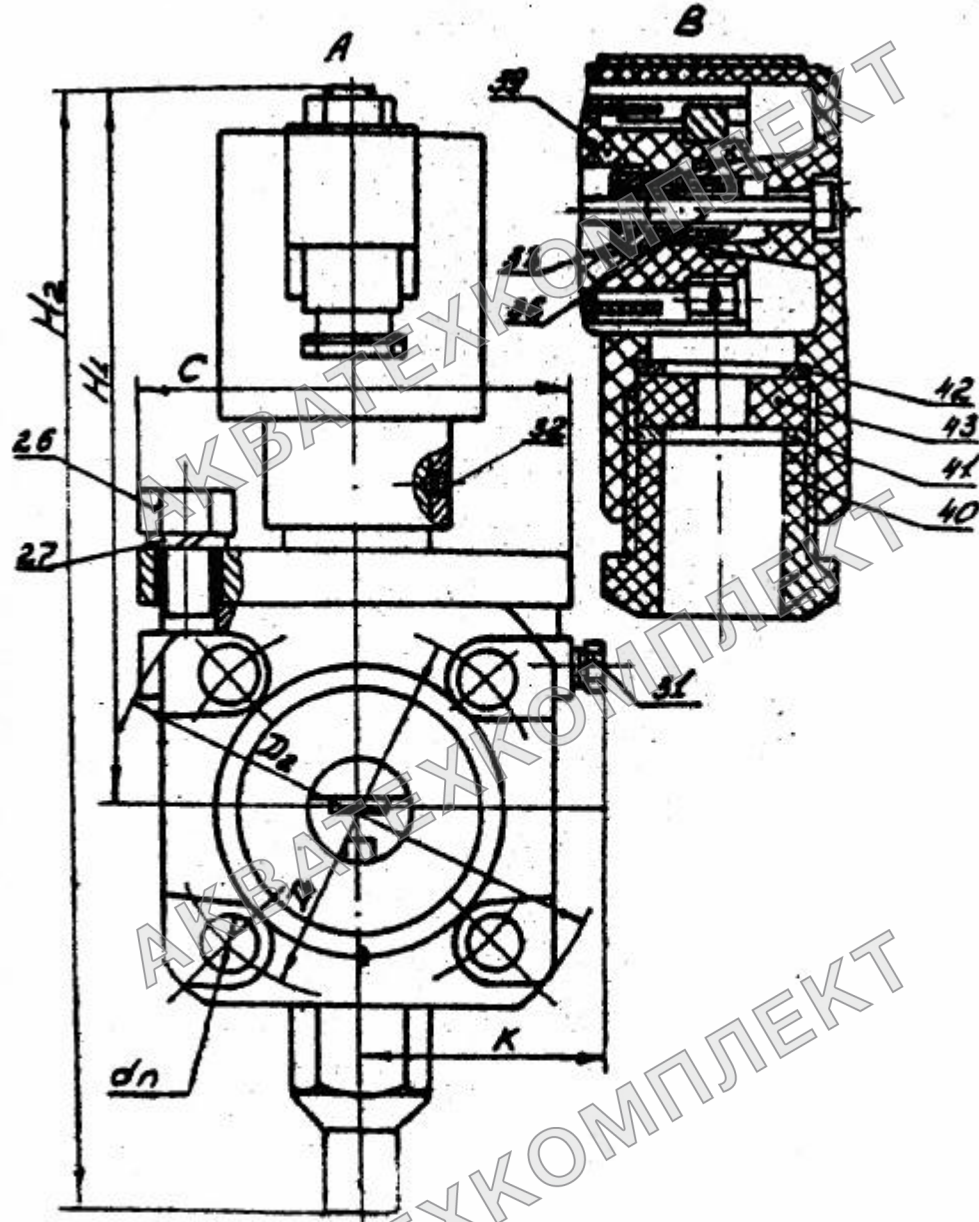
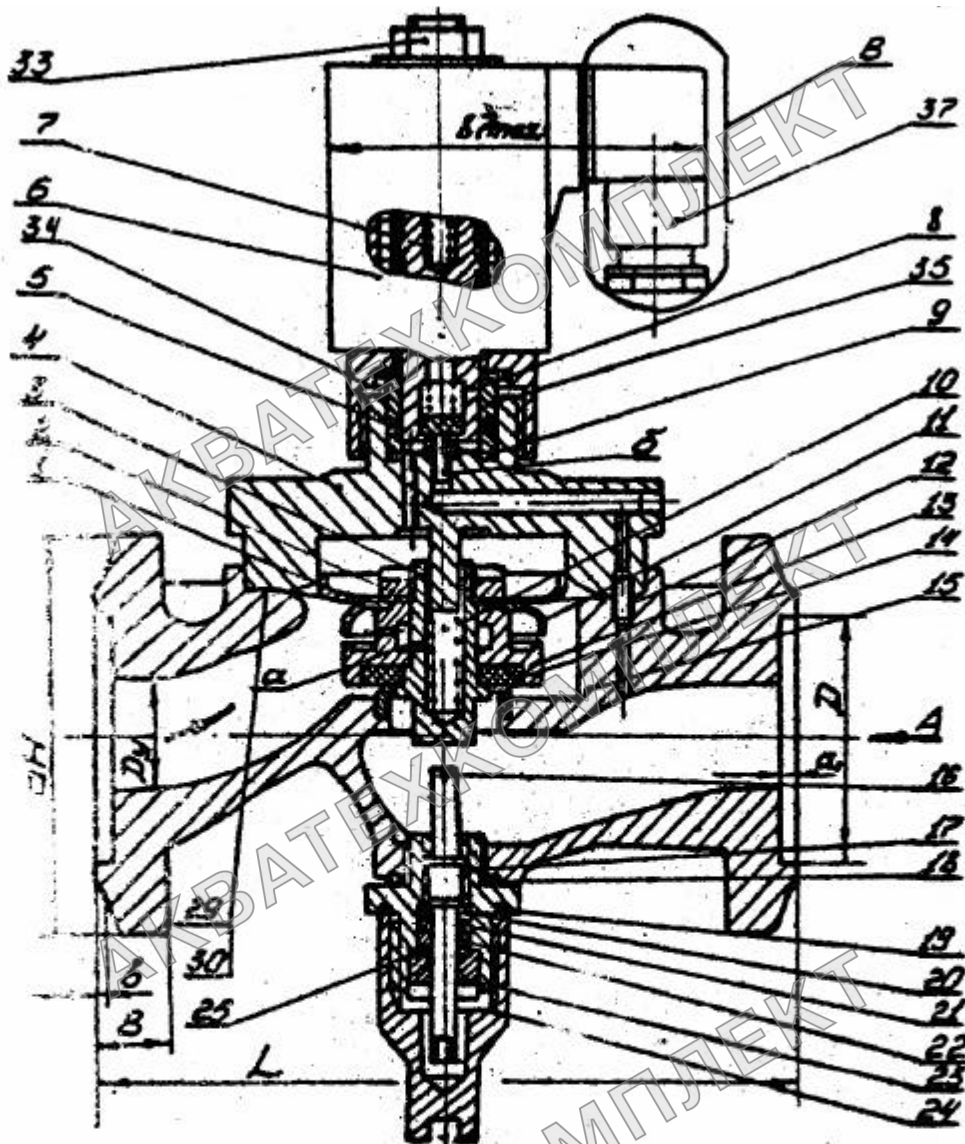

Рис. 2
Рис. 1 Таблица №3
2.1. Клапаны состоят из следующих основных узлов и деталей (рис. 1, рис. 2).